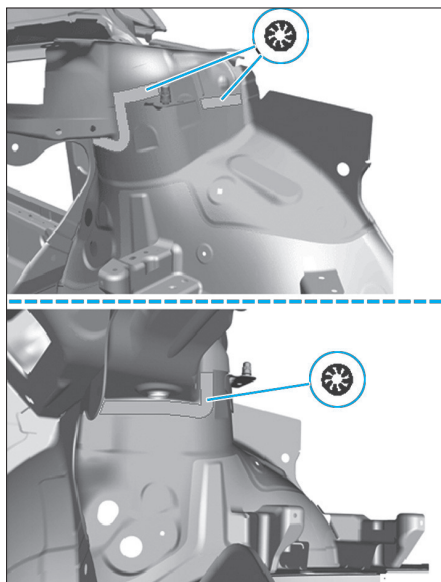

FIG. 38
• Rétablir l'accostage entre le passage de roue et le caisson d'eau en effectuant une soudure par bouchonnage (Fig.38)